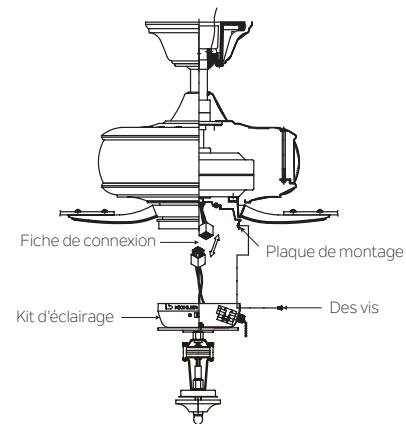

Fig. 17
Étape 2. Soulevez et maintenez le kit d'éclairage près de la plaque de montage. Poussez les connecteurs de **f**icarré à neuf broches ensemble. Un du ventilateur et un de l'ensemble de lumière. (Fig. 17)
Étape 3. Insérez soigneusement les connexions dans le boîtier de l'interrupteur et **f**ixez le kit d'éclairage au ventilateur de plafond. Placez les fentes des trous de serrure sur le bord supérieur du boîtier de l'interrupteur par-dessus les têtes de vis de montage de la plaque de montage. Tournez le boîtier de l'interrupteur jusqu'à ce que les têtes de vis se trouvent à l'extrémité étroite des fentes du trou de clé. (Fig.17) Serrez toutes les vis.